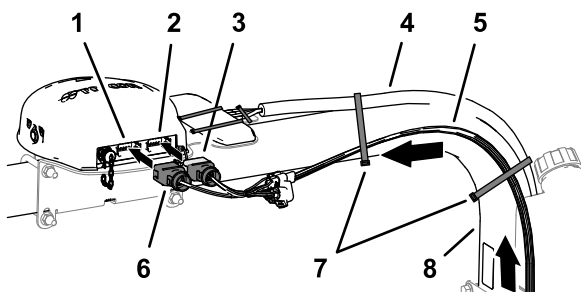

Рисунок 140
2. Проложите ответвление длиной 302 см жгута проводов передачи данных вдоль правой трубы конструкции ROPS так, чтобы 12-гнездовой разъем (серый) и 12-гнездовой разъем (черный) были направлены вверх, в сторону навигационного приемника (Рисунок 140).
- Прикрепите ответвление длиной 302 см жгута проводов передачи данных к правой трубе конструкции ROPS с помощью кабельных стяжек, как показано на Рисунок 140.